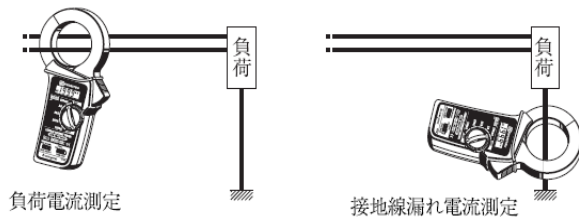

图 3、普通测量
(1) 将功能/量程开关(5)设置在适当位置。请勿输入超过量程规定的最大允许电流值。
(2) 普通测量时，只须打开钳口扳手夹在一根导线上，请将导线置于闭合钳形传感器的中央位置。显示测试电流值。(测量接地泄漏电流或微小电流时，也可采用此方法(图3所示))